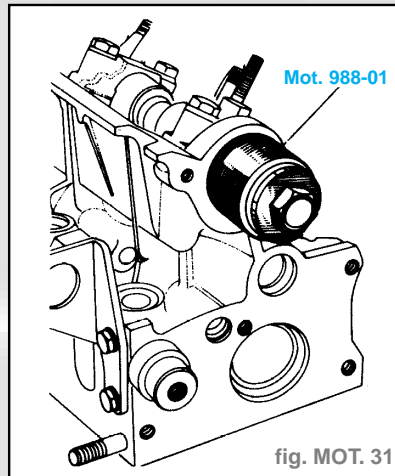

fig. MOT. 31
- Joint côté distribution (fig. MOT. 31).